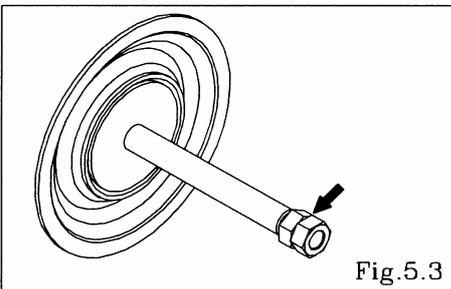

Fig.5.3
- Retire la tuerca del lado opuesto utilizando la tuerca doble. [Fig. 5.3]